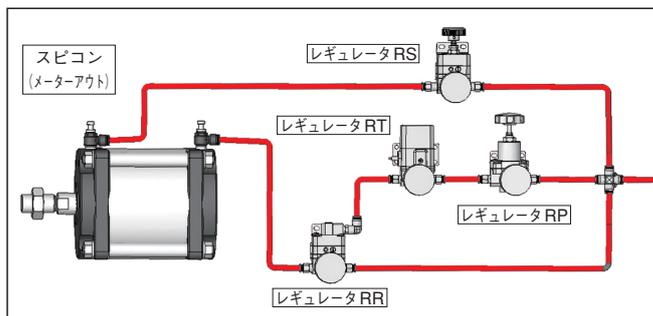

Fig.1
- ② BFシリンダは運搬、設置中にピストン・ロッドの自重によってロッドが飛び出さないよう常にロッドを上向きにするかロッドを押さえた状態で作業をしてください。(単動形のばね無し、複動形、特にSCシリーズばね無しは注意が必要です)
- ③ 複動形シリンダ作動時、排気側のBFダイアフラムに最低0.01MPa程度の残圧がかかるようにシリンダの両配管接続口付近に速度調整弁や排気絞りを設定して下さい。(Fig.1)